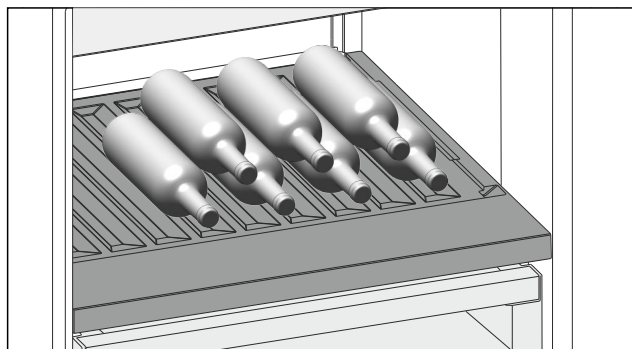

Fig. 167 Ilustrativni primjer
- ▶ Stavite boce s dnom prema stražnjoj stijenci hladnjaka. (pogledajte Fig. 167)